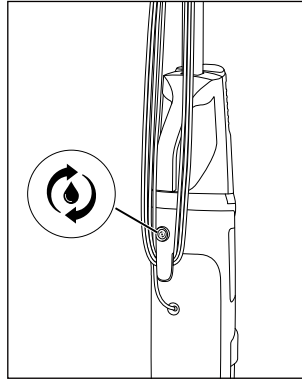

Abb. 32
- ◆ Drücken Sie den Schalter Selbstreinigung **19** (siehe Abb. 32).